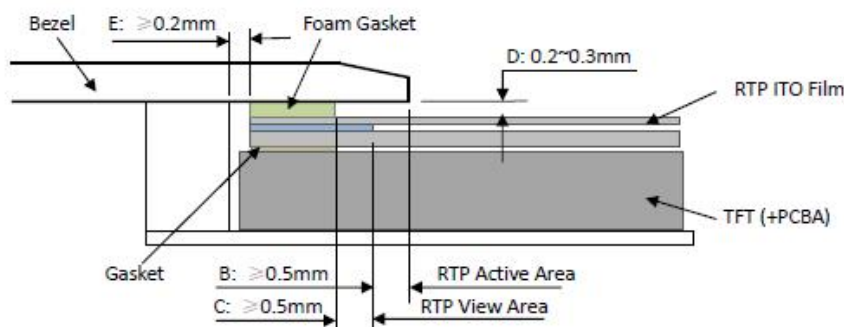

Figure 4
- It should bezel touching the RTP Active Area (A.A.) to prevent abnormal touch. It should left gap $D=0.2\sim 0.3\text{mm}$ in between. (Figure 4)
- 为避免面框直接压在动作区 (A. A.) 上造成误动作, 面框与电阻触摸屏 (RTP) 之间应留有一定的空隙 $D=0.2\sim 0.3\text{mm}$ 之间. (附图 4)
(Figure 4)
- The bezel side wall should keep space $E = 0.2 \sim 0.3\text{mm}$ from the RTP. (Figure 4)
议设计面框应覆盖动作区的边缘，面框边缘到 V. A. 区的距离 $B \geq 0.50\text{mm}$ ；垫圈内边缘到 V. A. 区的距离 $C \geq 0.50\text{mm}$ 。（附图 4）
- 在设计面框与 RTP 组装时，应考虑到面框内侧与 RTP 外侧的间距 $E \geq 0.2\text{mm}$ 。（附图 4）